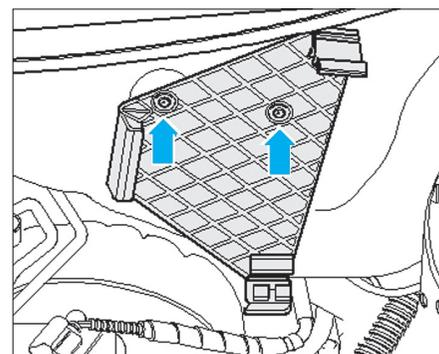

Fig. 22
- Déposer le support de calculateur (Fig.22).